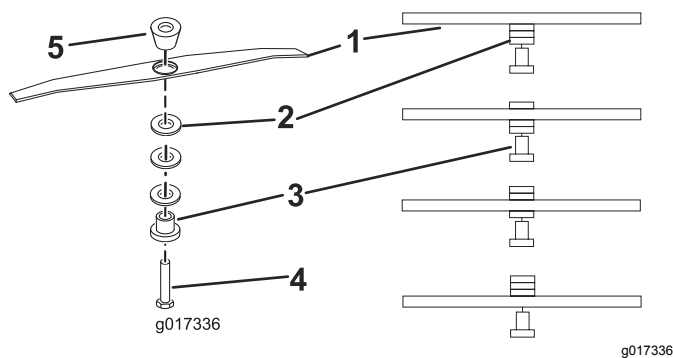

Рисунок 12
5. Установите на место разделители для обеспечения требуемой высоты, установите держатель ножа и разделители (Рисунок 12) и затяните болт моментом 25 Нм (18 фунт-футов).